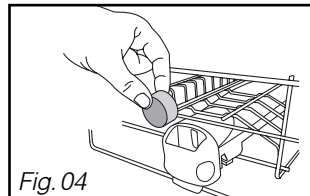
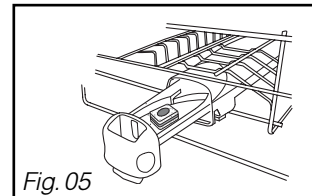

Fig. 04
Fig. 05
non multifonction dans le compartiment extérieur (Fig 04)
ou pour un fonctionnement optimal, tirez le tiroir du distributeur et disposez la pastille. (Fig 05)
• **Disposez la pastille** dans le compartiment extérieur (Fig 04 page précédente), ou pour un résultat optimal, tirez le tiroir du distributeur et disposez la pastille à l'intérieur. (Fig 05 page précédente).